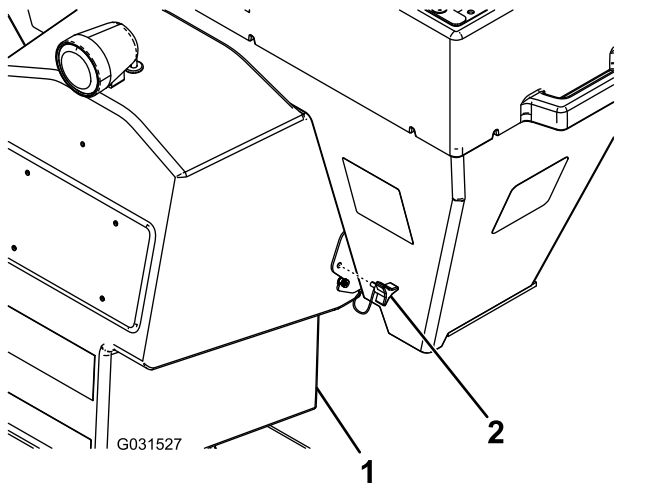

Figura 18
2. Retire los 2 tornillos de apriete manual que sujetan el conjunto de disco distribuidor a la tolva (Figura 18).
3. Retire los tornillos de apriete manual del conjunto de disco distribuidor (Figura 18).
4. Retire el conjunto de disco distribuidor de la tolva (Figura 18).